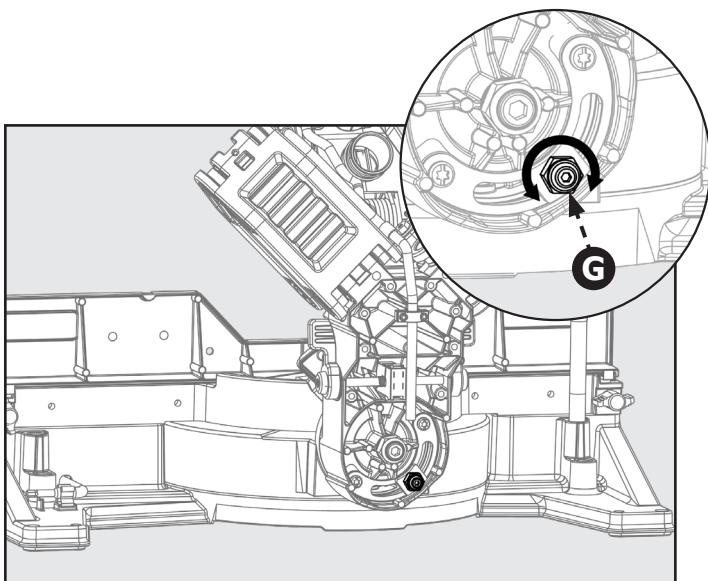

Figure 35
Reportez-vous à la figure 35 et suivez ces instructions pour régler la tension du verrouillage de biseau : serrez/desserrez l'écrou M10 (G) situé à l'arrière de la scie.